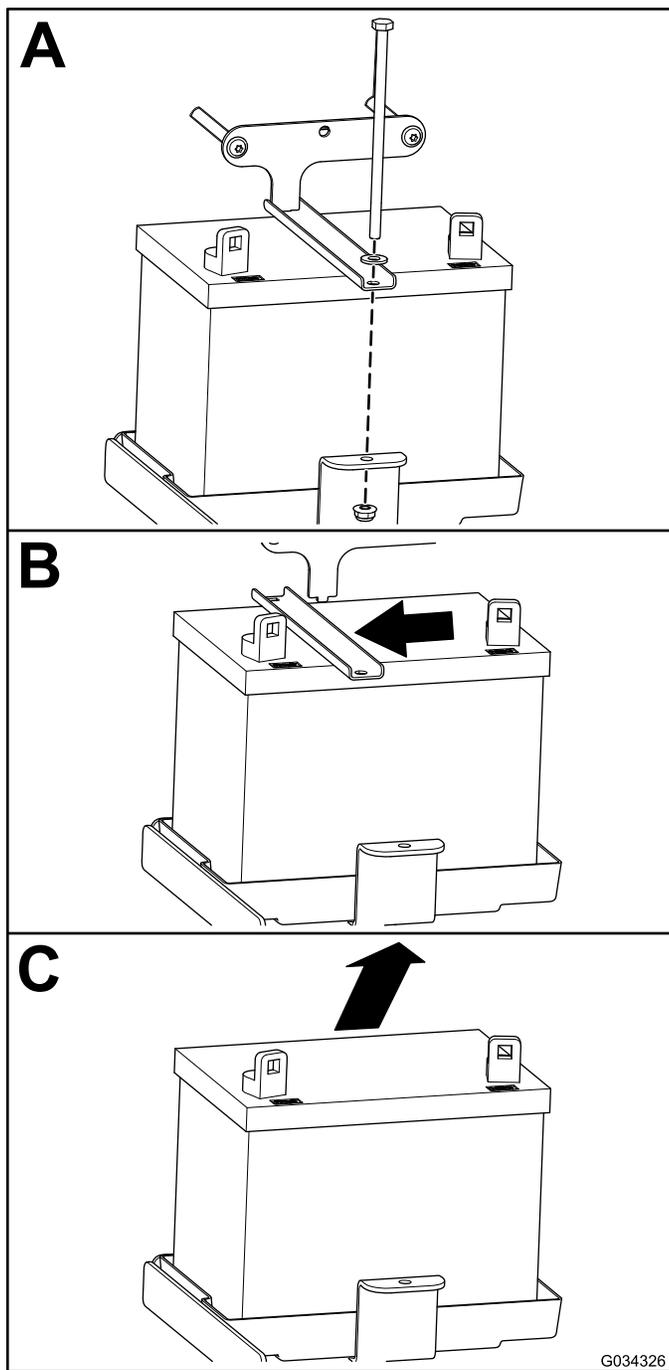

Рисунок 45
2. Снимите аккумуляторную батарею, как показано на Рисунок 45.